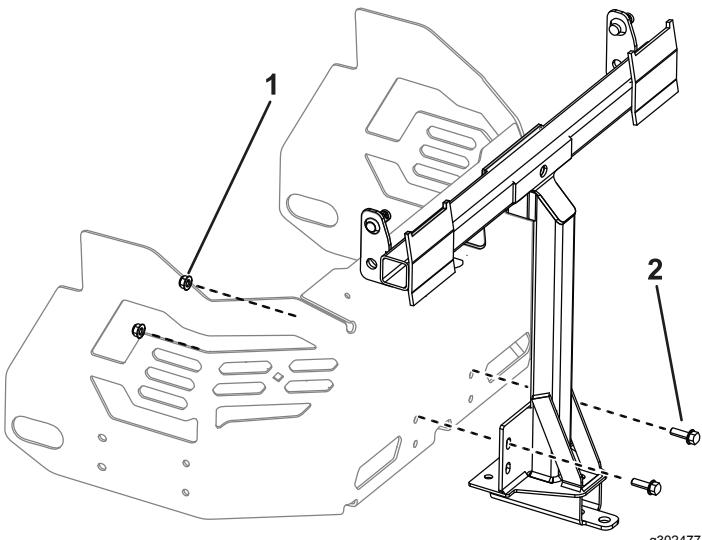

Figure 3
2. Fixez le support de stabilisation à la protection du moteur au moyen de 2 boulons de carrosserie (5/16" x 3/4") et 2 contre-écrous (5/16"), comme montré à la Figure 3.
4. Fixez légèrement le cadre pivotant à la machine au moyen de 2 boulons (5/16" x 1") et 2 contre-écrous (5/16"), comme montré à la Figure 3.